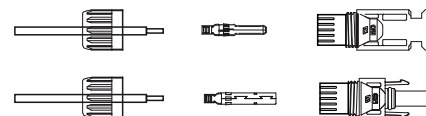

Figura 5.13 Desmonte a porca da tampa do conector
1. Descarne o fio CC cerca de 7 mm, desmonte a porca do conector. (veja a Figura 5.13)